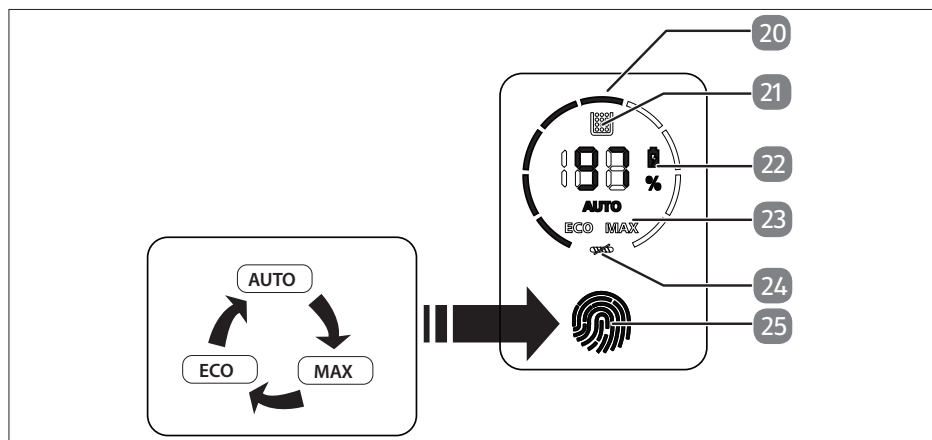

Fig. 2 – Comandi
- ▶ Per accendere l'aspirapolvere, premere e tenere premuto l'interruttore On/Off (26). Bloccare l'interruttore On/Off premendo il pulsante di blocco (27).
- ▶ Toccare il campo (25) per impostare la modalità di funzionamento **Auto**, **Max** o **Eco**. La rispettiva potenza del motore è visualizzata sul display (20) (vedere Fig. 2).